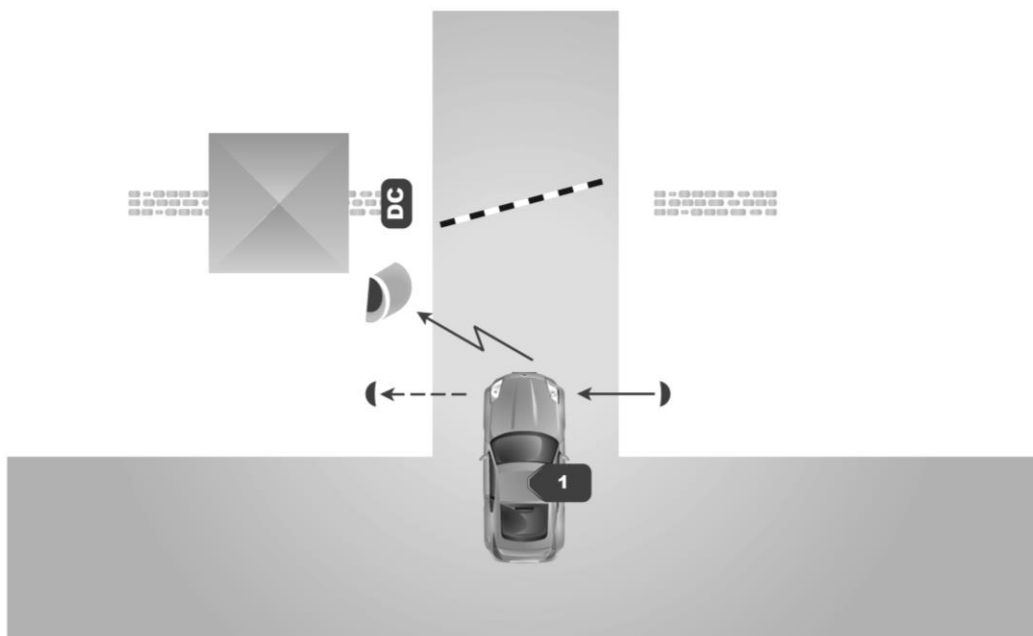

Рисунок 5. Система с датчиками автоматки ворот
2. Если автомобиль в створе датчика появился (рис. 5), код метки передается контроллеру системы доступа, и считыватель заданное время ждет сигнала с датчика открывания ворот. Если датчик ворот не сработал, значит, метка не имеет прав доступа на территорию, и система опять переходит в исходное состояние. Если датчик сработал, то считыватель ждет сигнала о закрытии ворот, либо истечения заданного времени, после чего опять переходит в исходное состояние.